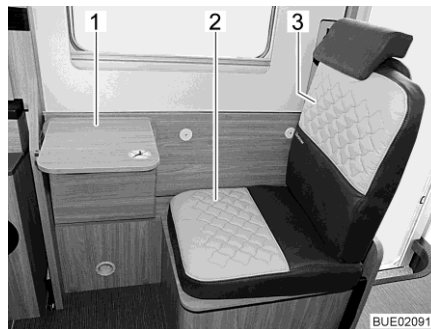
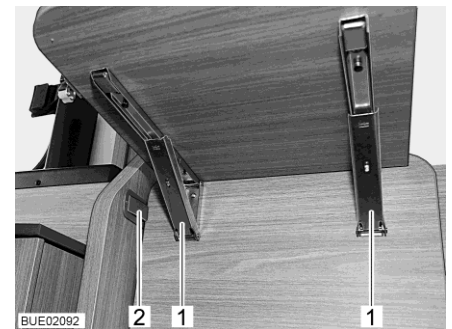

Fig. 29 Asiento adicional con mesa plegable
Fig. 30 Pestañas en la mesa plegable
- Instalar el cojín del asiento incluido (Fig. 29,2) y el cojín del respaldo (Fig. 29,3).
- Girar la parte delantera del banco longitudinal hacia arriba hasta que engatille en la pestaña de plástico (Fig. 30,2).
- Plegar el tablero de la mesa hacia abajo: Desbloquear ambas pestañas (Fig. 30,1) y girar el tablero de la mesa (Fig. 29,1) hacia abajo.